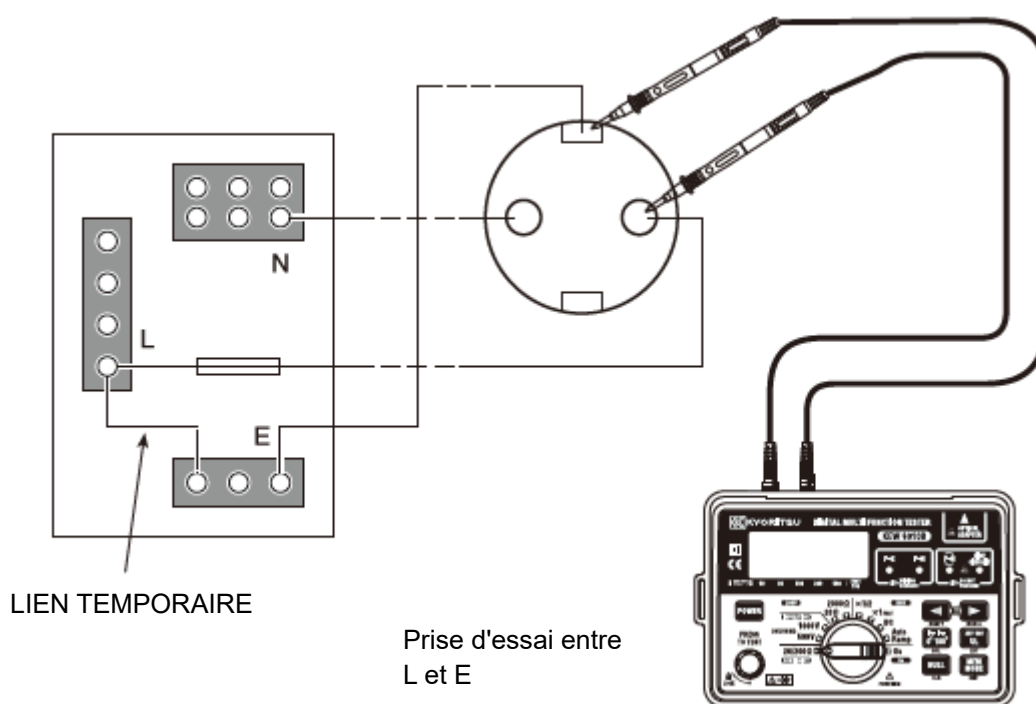

Fig. 3
5. Connectez les fils d'essai au circuit dont la résistance est requise (voyez Fig. 3 pour un arrangement de connexion typique). D'abord assurez-vous **que le circuit ne soit pas en direct**. Notez que le voyant LED d'avertissement de live circuit s'allume si le circuit est en charge - mais vérifiez d'abord !